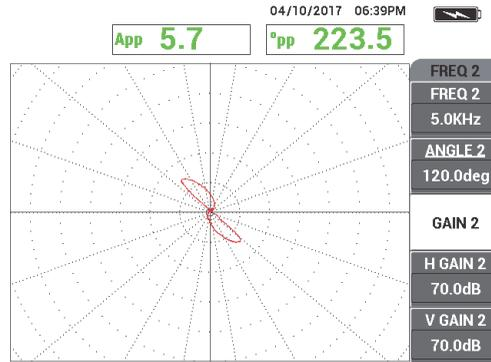

Figura 5-168 Señal de escaneo de la perforación transversal de 1,3 mm con la frecuencia 2
6. Escanee lentamente solo la perforación transversal de pared de 1,3 mm; después, pulse el conmutador de pedal ERASE (suprimir) para borrar la pantalla de ser necesario. Cuando la señal completa de la perforación es visible en la pantalla del NORTEC 600, pulse la tecla FREEZE (❄) [vea la Figura 5-168 en la página 268].